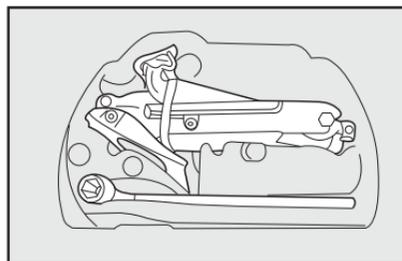

fig. 10
13) Ponga las herramientas y el crique en el portaherramientas **fig. 10** y coloque el portaherramientas en el sitio apropiado.